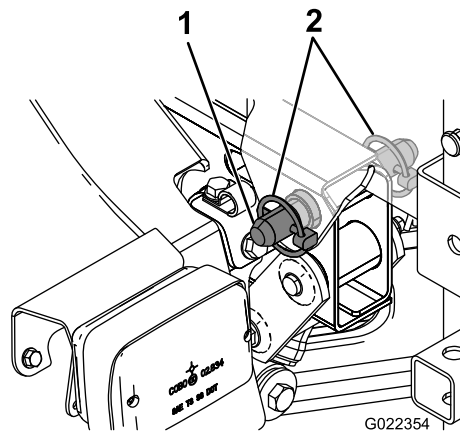

Figura 11
6. Alinee el soporte de pivote situado en la parte trasera del conjunto del patín del depósito con el hueco situado en el extremo del bastidor del vehículo (Figura 11).
7. Instale un pasador cónico y 2 pasadores de seguridad en la pestaña de giro para sujetar el conjunto del depósito al bastidor (Figura 11).